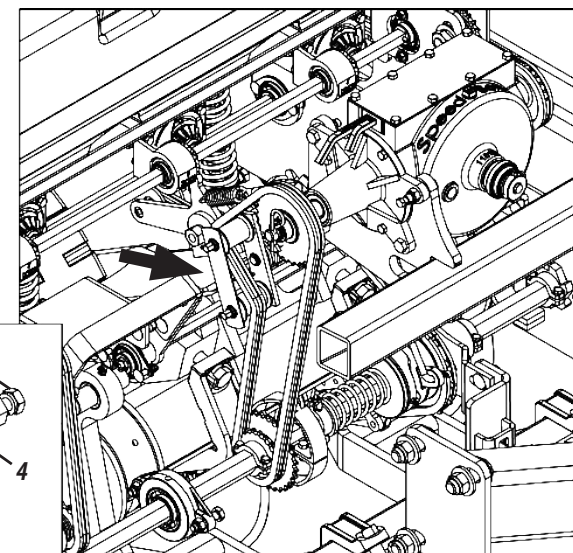

Figura 64
### ESTICADOR OSCILANTE (FIGURA 64)
El estirador (1) está dotado de resorte de torsión (2) para mayor flexibilidad del mismo. Si necesaria mayor presión en el estirador, suelte la tuerca interna (3) del mismo, gire el eje (4) pasando el acople de la resorte (2) para el otro diente de la roseta del eje y reajuste nuevamente la tuerca interna (3), **conforme muestra la figura 64.**